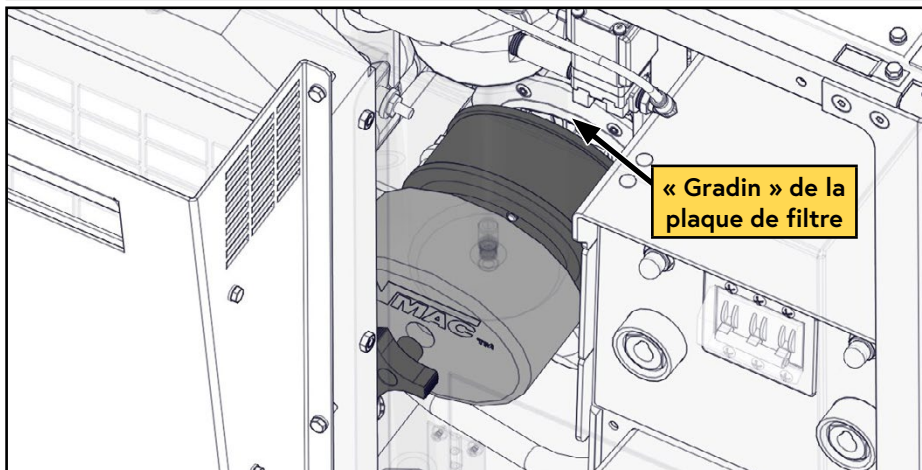

Figure 31 — Installer l'élément de filtre à air
Le filtre à air du compresseur peut être accessible et changé par le côté du panneau de service du Cat MF. Pour plus de clarté, Figure 31 est illustré du côté du radiateur du système.
- ☐ Assurez-vous que l'élément filtrant s'insère solidement sur le « gradin » de la plaque de filtre (Figure 31).